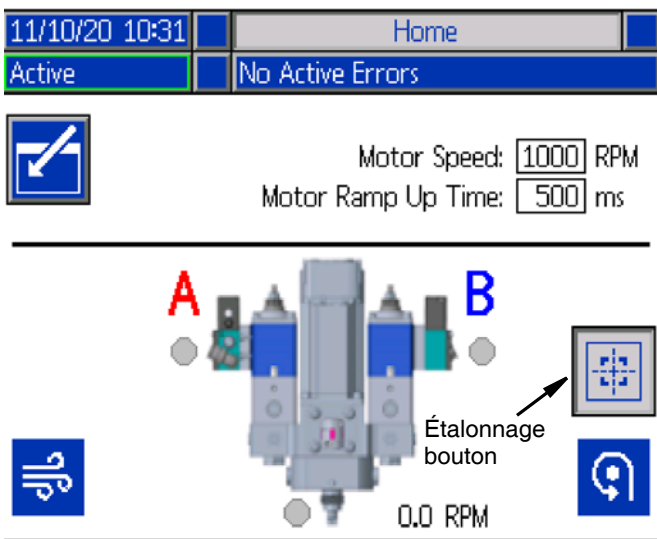

FIG. 37
1. Retirer le couvercle du MAÉ (BP).
4. Vérifiez que le bouton de calibration (en haut à droite) est bien enfoncé. Voir la FIG. 37.